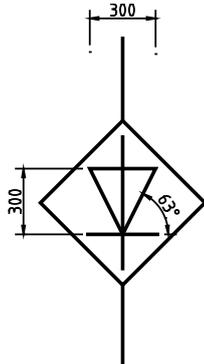

图3-91 最终效果
- 06 调用PL【多段线】命令, 结合【对象捕捉】和63°【极轴追踪】功能, 绘制多段线, 最终效果如图3-91所示。